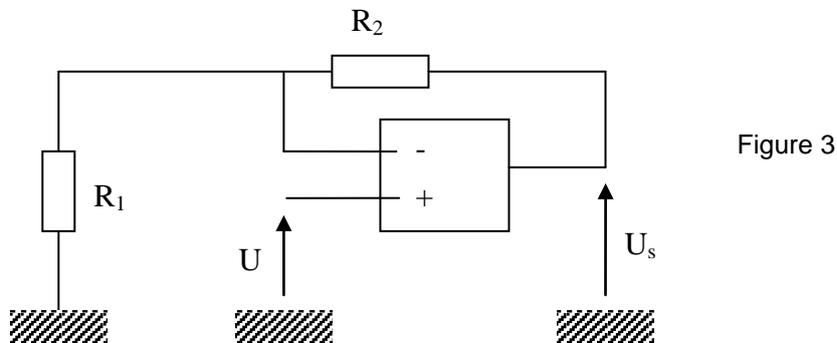

Figure 3
2.2. Pour amplifier cette tension, on utilise un montage comprenant un amplificateur opérationnel supposé idéal (figure 3).